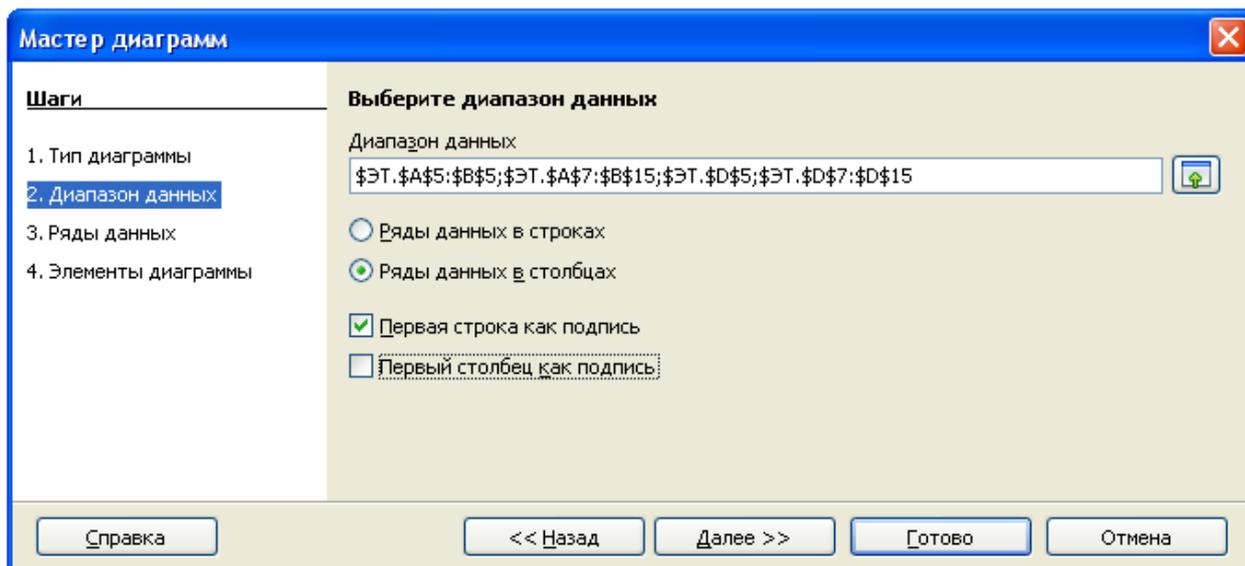

Рис. 2.6. Уточнение диапазона данных
4. В окне второго шага **Мастера диаграмм** (рис. 2.6) при необходимости можно выбрать другой диапазон данных, на основе которых строится диаграмма. Для этого следует очистить содержимое поля **Диапазон данных**, нажать кнопку , расположенную справа от поля и выделить другой диапазон. В этом окне можно также выбрать вид расположения рядов данных: в строках или в столбцах. Щелкнуть по кнопке **Далее**.